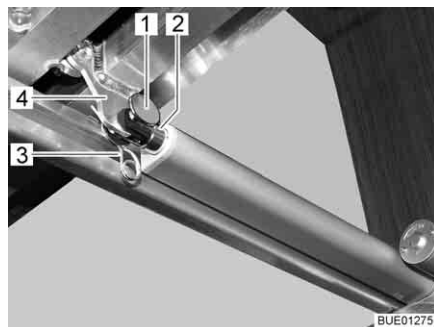

Bild 111 Antrieb
- Verbindung (z. B. Stift und Federstecker (Bild 111,1 und 3)) zwischen Schubstange (Bild 111,2) und Lattenrost (Bild 111,4) trennen.